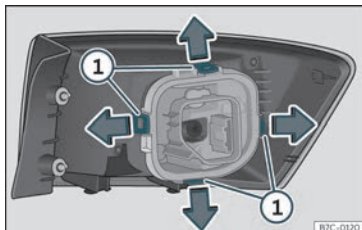

Fig. 50 Linguetas de fixación na parte posterior da unidade de luz traseira.
- Desmante o portalámpadas desbloqueando as lingüetas de fixación»» **fig. 50** ①.
① PRECAUCIÓN